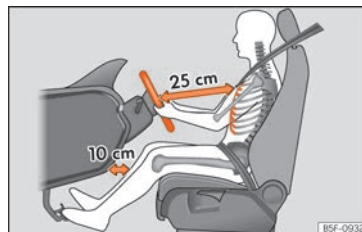

Fig.72 Distancia correcta entre el conductor y el volante.
- Ajuste el volante de modo que quede una distancia mínima de 25 cm entre el volante y el tórax » **fig. 72.**
- Coloque el asiento del conductor de forma que quede una distancia mínima de 25 cm entre el tórax y el centro del volante » **fig. 72.** Si la distancia es inferior a los 25 cm, el sistema de airbags no puede protegerle correctamente.